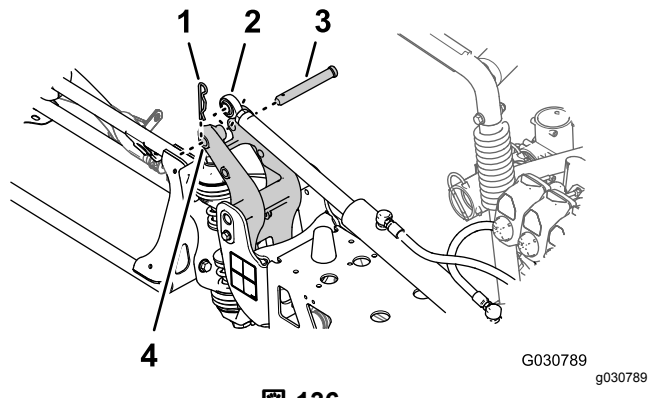

図 136
6. 昇降シリンダのロッドの先端を、ピボットフィッティングのホーンツノの穴25mmに合わせる 図 136。
7. 昇降シリンダをピボットフィッティングに固定するクレビスピンとヘアピン 図 136ステップ3 昇降シリンダを取り外す (ページ 34)で外したものを使用する。